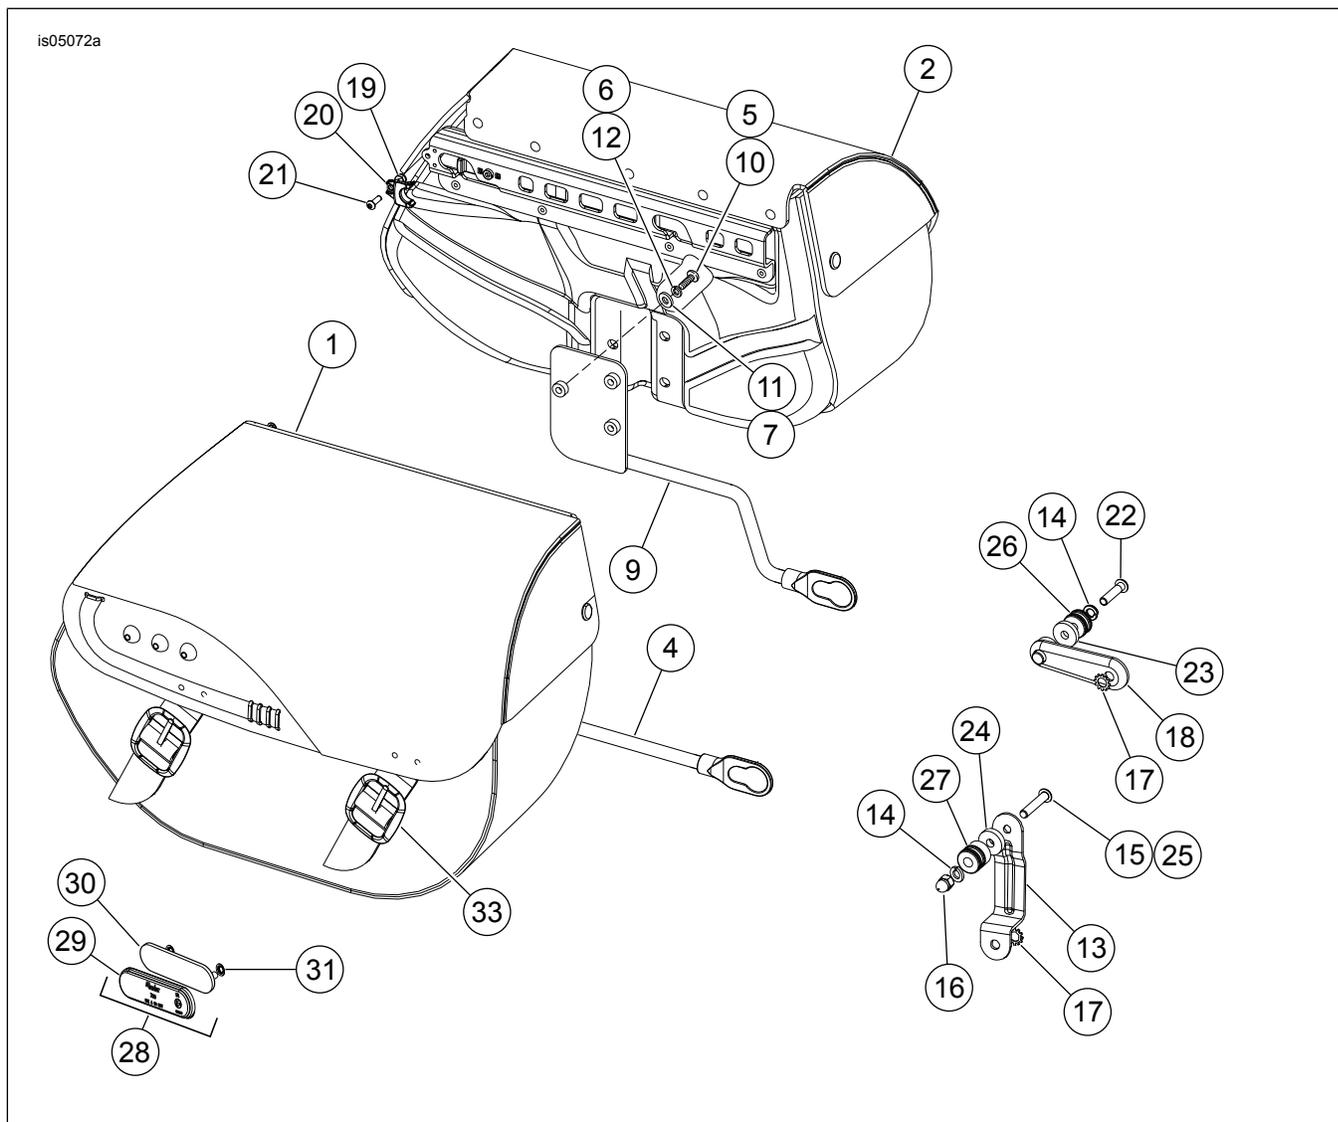

Figura 8. Parti di ricambio: Borse laterali rimovibili
Vedere Figura 8 e Tabella 1.
1. Vedere Figura 8 e Tabella 1. Posizionare l'attacco del catarifrangente (30) al centro della borsa portapacchi tra le cinghie.
3. Usando acqua e sapone o alcol isopropilico, pulire la superficie dell'attacco (30) dove verrà installato il catarifrangente (29).
7. Installare l'attacco del catarifrangente (30) sulla borsa portapacchi, utilizzando due dadi di spinta (31). I dadi di spinta sono installati dall'interno della borsa portapacchi.